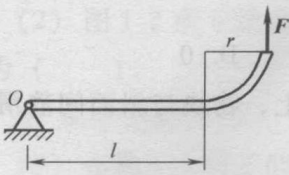
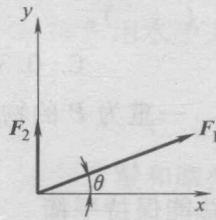

图 1-9
图 1-10
(11) 杆件尺寸如图 1-9 所示，受已知力 F 作用，则力 F 对 O 点的矩等于 ()。
(12) 平面汇交力系的合力对该平面内一点的矩 ()。
(13) 图 1-10 所示为由 F_1 和 F_2 组成的平面汇交力系，此力系的合力在 x 轴的投影大小为 ()。